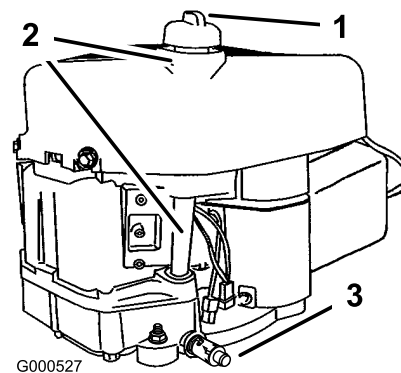

Figura 33
2. Limpie alrededor de la varilla de nivel de aceite (Figura 33) para impedir que caiga suciedad por el orificio de llenado y cause daños en el motor.
10. Limpie alrededor de la varilla de aceite y desenrosque el tapón (Figura 33).
11. Vierta lentamente un 80% aproximadamente de la cantidad especificada de aceite por el tubo de llenado (Figura 33).